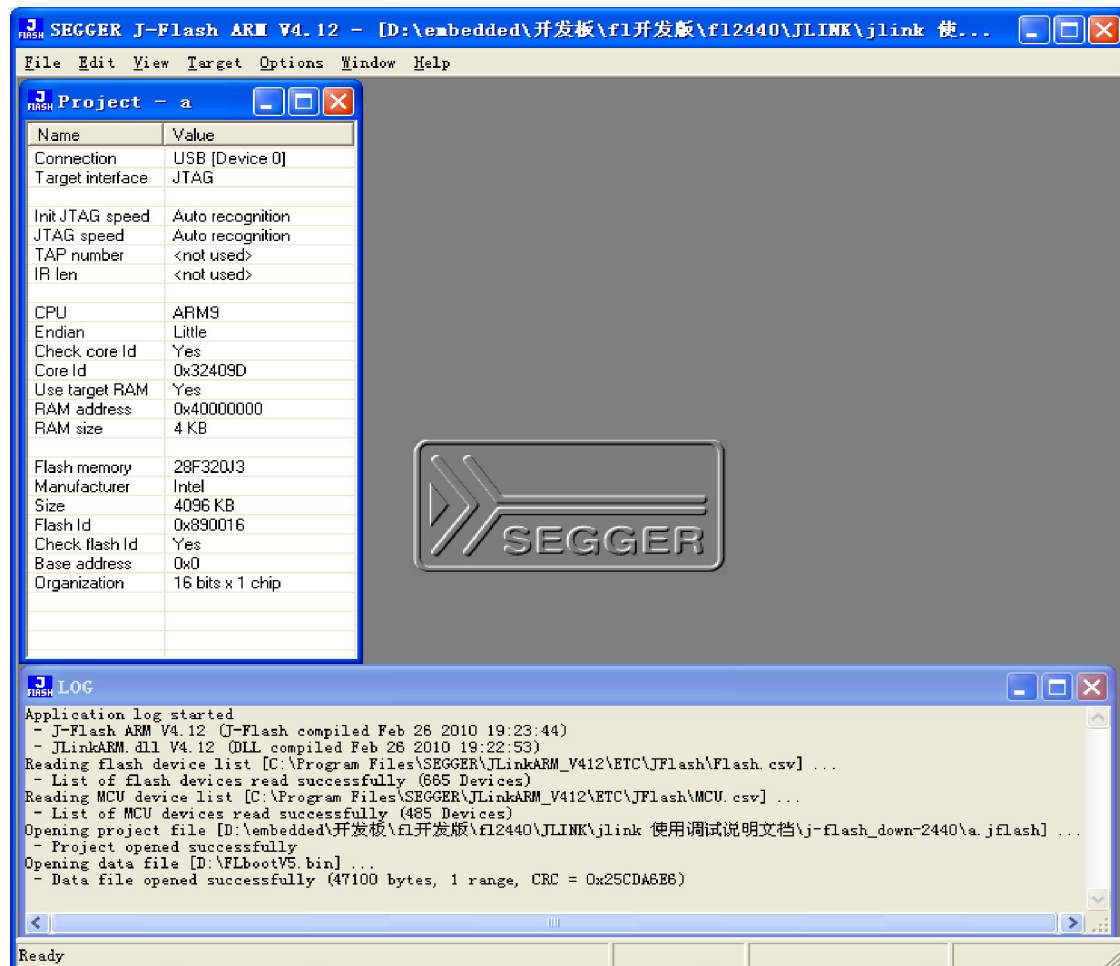

图 1
1、打开安装目录 SEGGER\JLinkARM\_V412\，选择 JFlashARM，打开后，如图 1 所示